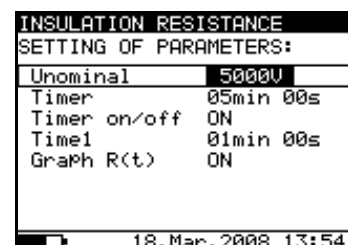

Abb. 12. Einstellmenü bei der Isolationswiderstandsmessung
- Drücken Sie die Taste **SELECT**; das Einstellmenü erscheint im Display, siehe **Abb. 12**.